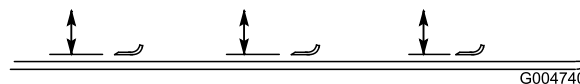

Figure 95
2. Tournez la lame dans le sens longitudinal (Figure 95). Mesurez la distance entre l'intérieur du plateau de coupe et le tranchant à l'avant de la lame. Notez cette valeur.